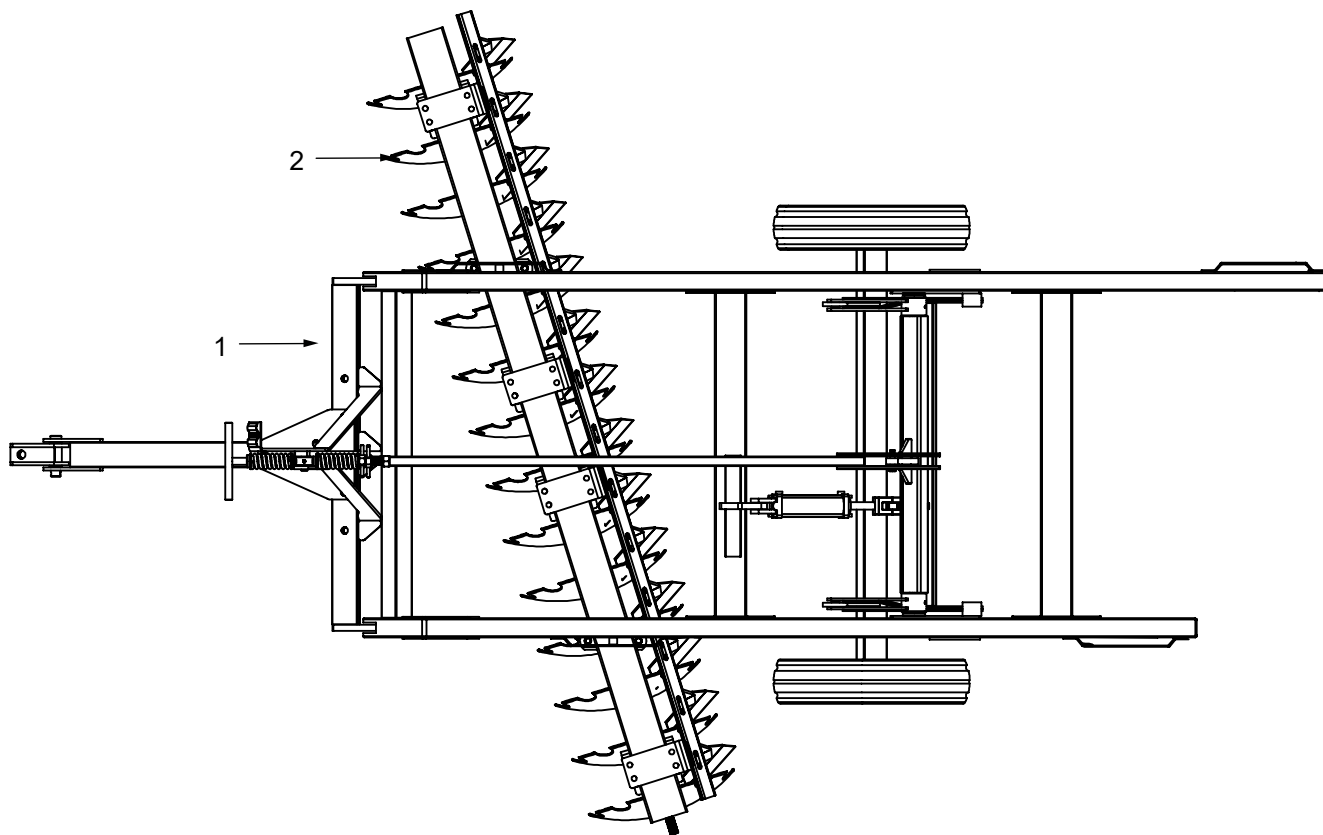

Imagen 5.1 - Sección de discos centrada con respecto al chasis
1. Ubique la sección de discos delantera final sobre el ensamble del chasis final con la **suspensión extendida**, centrándolo sobre el chasis, tal como se indica en la imagen 5.1.